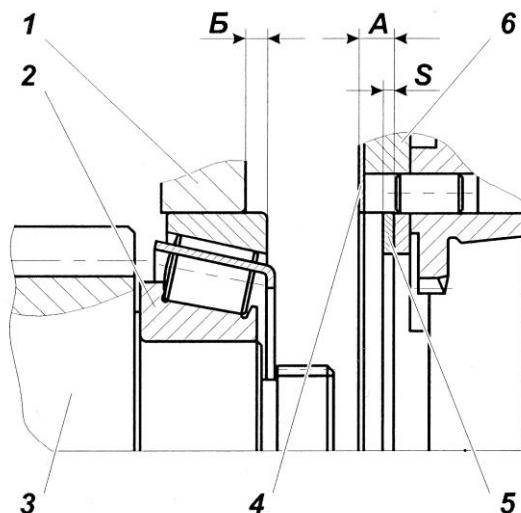

Рисунок 97:
3.1 Замерить абсолютные величины размеров А (между торцами уплотнительной прокладки и проставки) и Б (между торцами картера и подшипника) рис. 97. При этом, торец ступицы шестерни привода промежуточного вала должен быть плотно (под усилием собственного веса вала) прижат к торцу технологического приспособления, а наружное кольцо заднего подшипника - к роликам.